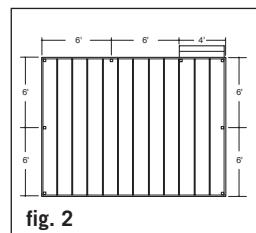

fig. 2
Step 1: Determine the number of railing posts needed for your deck. Post spacing of 6' on-center is recommended. Example – a 12'x16' deck attached to a building with a 4' access opening on one side will require a total of 8 posts (Figure 2).
- (17) vis à tête cylindrique de 2 po de long
Étape 1 : Déterminez le nombre de poteaux de traverse nécessaires pour votre terrasse. On recommande un espacement de poteaux de 6 pi centre-à-centre. Exemple – une terrasse de 12x16 attachée à un édifice avec une ouverture d'accès de 4 pi d'un côté exigeira en tout huit poteaux (figure 2).